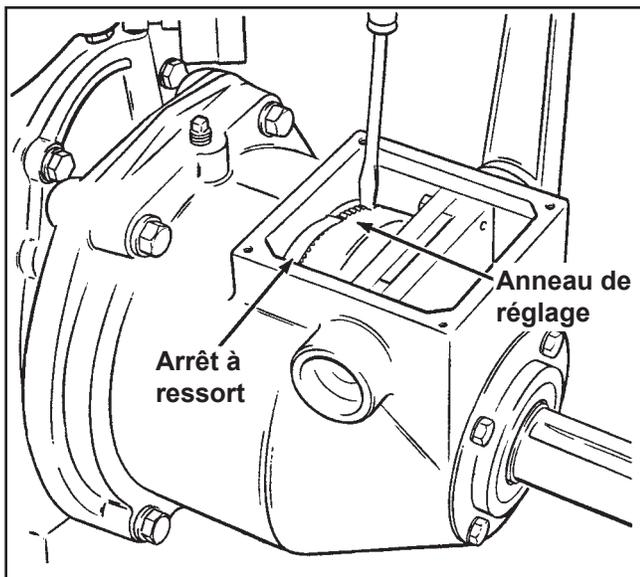

Figure 12-2. Réglage de l'embrayage.
1. Débrayer l'embrayage et enlever la plaquette. À l'aide d'un grand tournevis, tourner l'anneau de réglage dans le sens des aiguilles d'une montre, un cran à la fois, jusqu'à ce qu'il soit nécessaire d'exercer une grande pression pour engager l'embrayage. Voir la Figure 12-2. L'anneau de réglage est chargé par ressort et ne doit pas être desserré avant d'effectuer le réglage. Ne pas essayer de retirer l'arrêt à ressort de l'anneau à l'aide d'un levier ou d'en forcer l'ouverture.